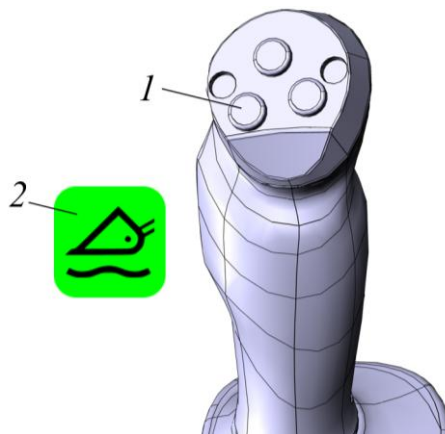

Рисунок 3.65. Плавающий режим
- ▶ Отклонить рукоять джойстика вперед и однократно нажать кнопку 1 на правом джойстике, см. рис. 3.65.
- ▶ Повторно нажать кнопку 1 или рукоять джойстика потянуть на себя, рис. 3.65.